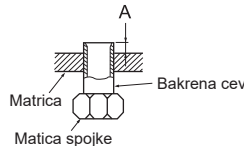

Fig. 5
- Odtočno cev vstavite vse do dna lovilne posode (končni spoj). (Fig. 5)